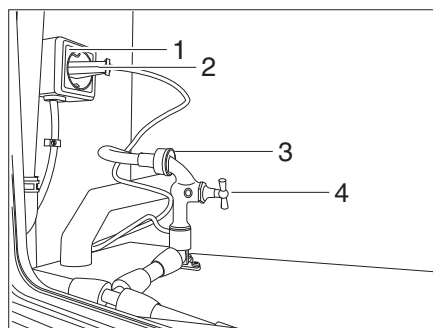

Fig. 180 Conexión del aseo con vibrador
- Conectar el cierre de bayoneta (Fig. 180,3) del inodoro.
- Abrir el grifo de agua (Fig. 180,4).
- Conectar el enchufe (Fig. 180,2) en la caja de enchufe (Fig. 180,1).
- Abrir el grifo de agua del aseo con vibrador (Fig. 180,3).